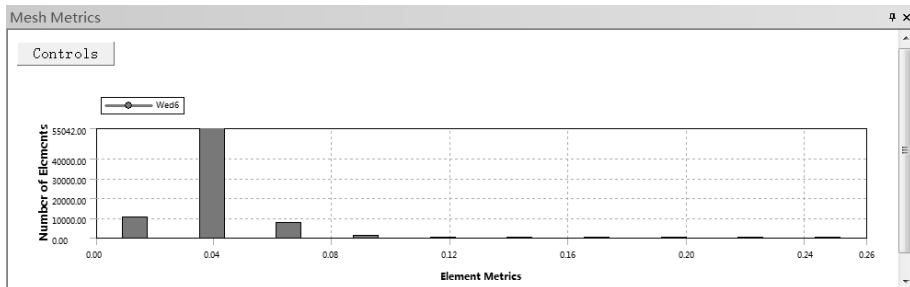

图 3-37 Wrapping Factor 图表
④ Wrapping Factor (扭曲系数) 用于计算或评估四边形壳单元、含有四边形面的块单元、楔形单元及金字塔单元等，高扭曲系数表明单元控制方程不能很好地控制单元，需要重新划分。选择此选项后，此时在信息栏中会出现如图 3-37 所示的 Mesh Metric 窗口，在窗口内显示了网格质量划分图表。